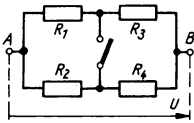

Bild 63
- 7.16** Zwischen den Punkten *A* und *B* der im Bild 63 dargestellten Schaltung liegt die konstante Spannung 120 V . Die Widerstände haben folgende Werte: $R_1 = R_4 = 200 \Omega$, $R_2 = R_3 = 100 \Omega$. Berechnen Sie die Stromstärke für den Fall, daß der Schalter 1. geöffnet und 2. geschlossen ist.